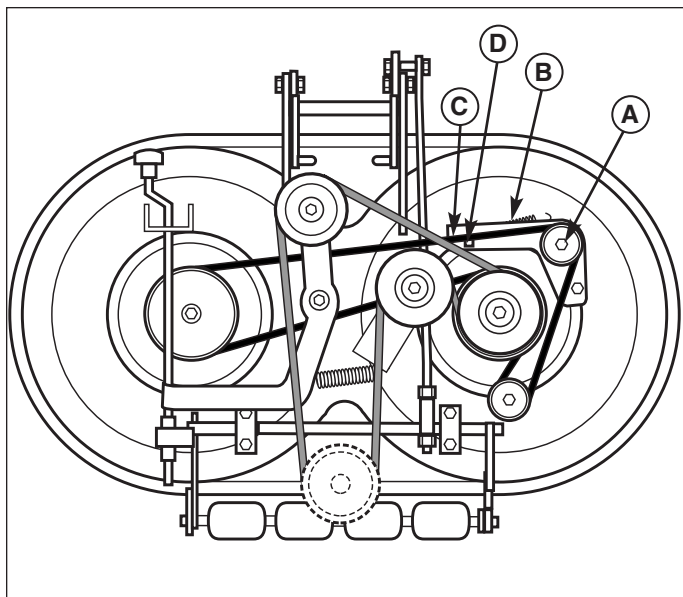
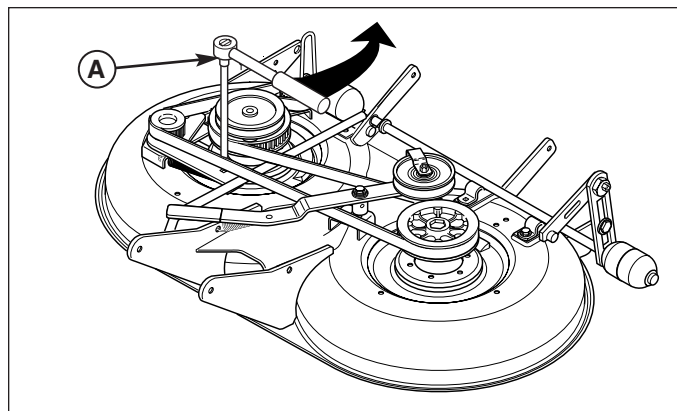
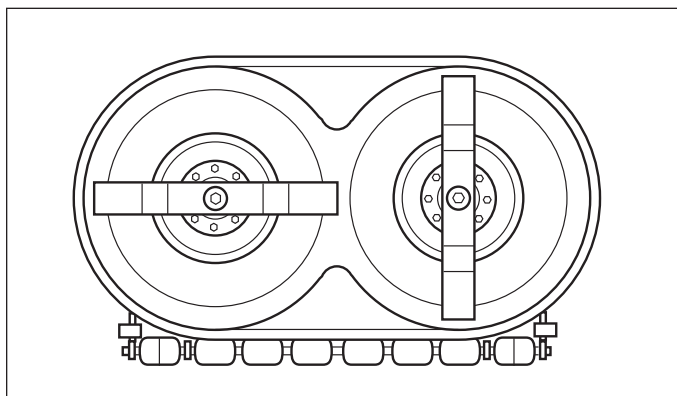

Figure 32. Tondeuse pour broyage
Figure 33. Relâcher la tension de la courroie dentée
Figure 34. Synchronisation des lames de tondeuse
3. Desserrer la vis à tête du tendeur (A, figure 32).
4. A l'aide d'un clé à cliquet (A, figure 33), insérer l'extrémité de la rallonge dans le trou carré (D, figure 32) et déplacer le tendeur (B, figure 32) pour relâcher la tension de la courroie (C).
5. Retirer la courroie (C).
6. Installer une nouvelle courroie (C) sur les poulies comme l'indique le schéma. Relâcher le tendeur (A) pour permettre au ressort de tendre automatiquement la courroie dentée.
7. Serrer la vis à tête du tendeur (A). Remettre les caches de courroie en place.
8. Vérifier que les lames sont positionnées perpendiculaires l'une à l'autre (voir figure 34). Si ce n'est pas le cas, effectuer la procédure de synchronisation des lames de tondeuse figurant dans la section « Entretien périodique ».